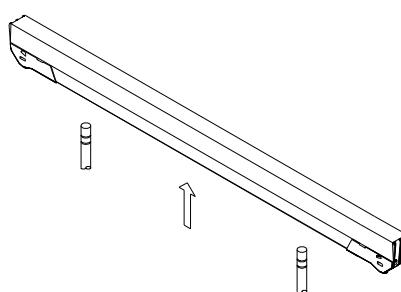

Abb.4.3 : Schweißbalken
- Ziehen Sie vorsichtig den Schweißbalken (Abb. 4.3) von der Halterung los.